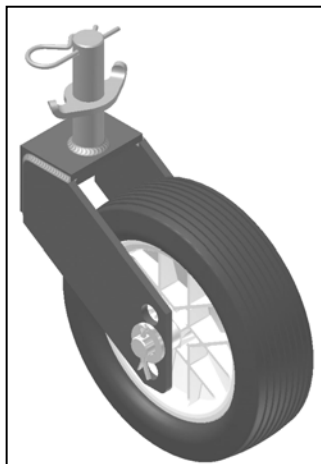

fig.9/51
9.9.9 Ruotino sostegno fresa (fig.9/51)